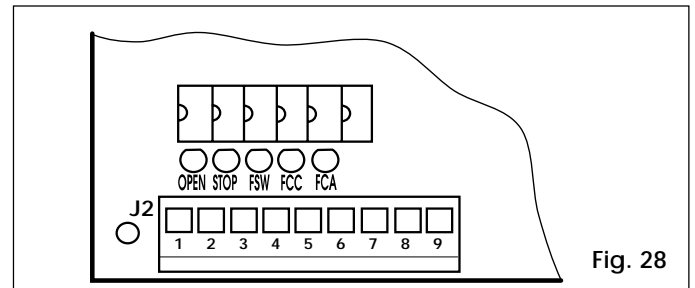

Fig. 28
➔ Si el puente LK1 está interrumpido, la alimentación de los accesorios a 24 V~ no se encuentra disponible (Fig. 28).
- 6) Deslizar la placa por la cremallera en el sentido de apertura. Apenas se apague el LED FCA de la tarjeta 844 MPS (Fig. 28), hacer avanzar la placa aproximadamente 45 mm y fijarlo a la cremallera apretando los tornillos.
- 8) Deslizar la placa por la cremallera en el sentido de cierre. Apenas se apague el LED FCC de la tarjeta 844 MPSR (Fig. 28) hacer avanzar la placa aproximadamente 45 mm y fijarlo a la cremallera apretando los tornillos.